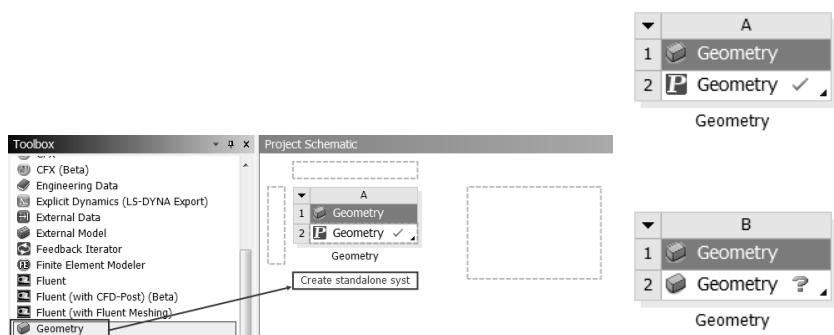

图 19-64 几何数据生成器
Step4：如图 19-64 所示，在 Workbench 左侧 Toolbox（工具箱）的 Component Systems 中再次选择 Geometry 选项并按住左键不放，将其拖到右侧的 Project Schematic 窗口中，创建几何数据生成器 B。